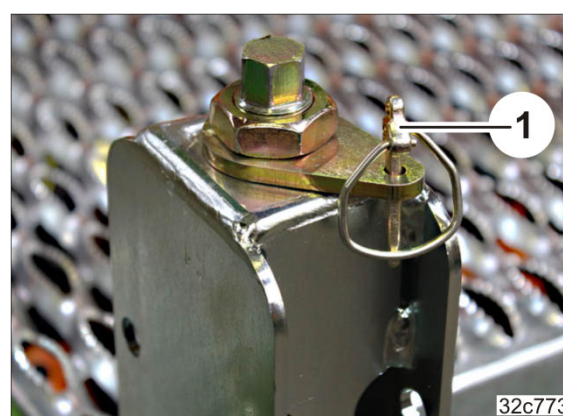

Fig. 190
4. Sikre innstillingen med en klappsplint (Fig. 190/1).